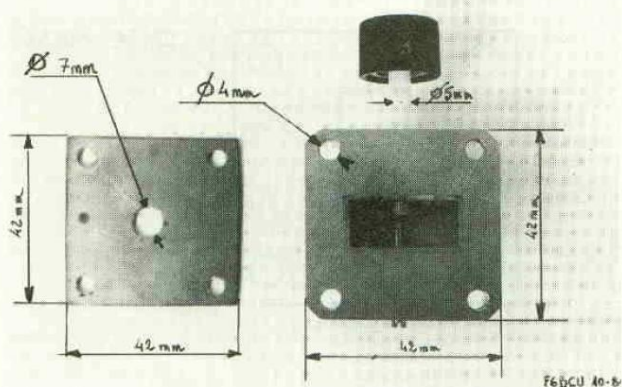

FIGURE 6. Détail de la cavité à IRIS.
1) une cavité réception avec une diode 1N23E (figure 6 détail D).